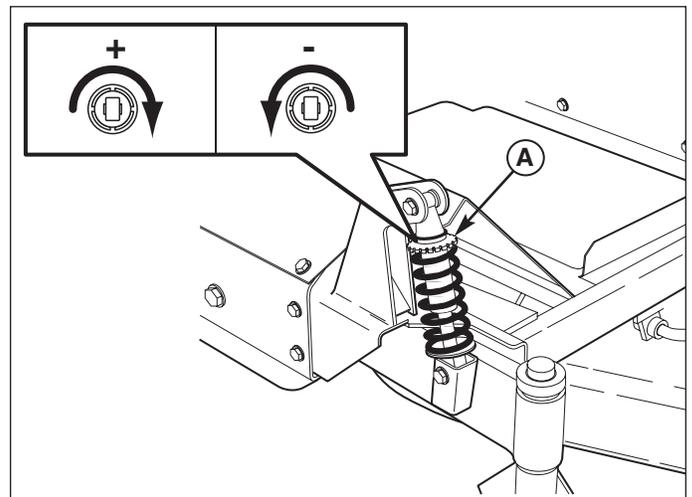

Figure 24. Réglage de suspension avant
2. Voir Figure 24. Tournez le collier de réglage de la pré-charge (A) dans le sens des aiguilles d'une montre pour augmenter la pré-charge et dans le sens inverse pour la réduire. Assurez-vous que les deux amortisseurs sont réglés au même niveau de pré-charge.